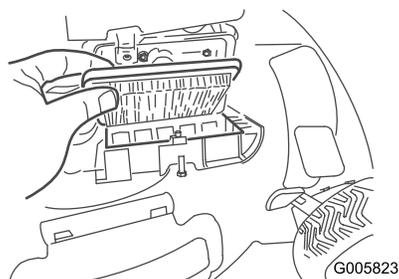

Figura 24
2. Cambie el filtro de aire (Figura 24).